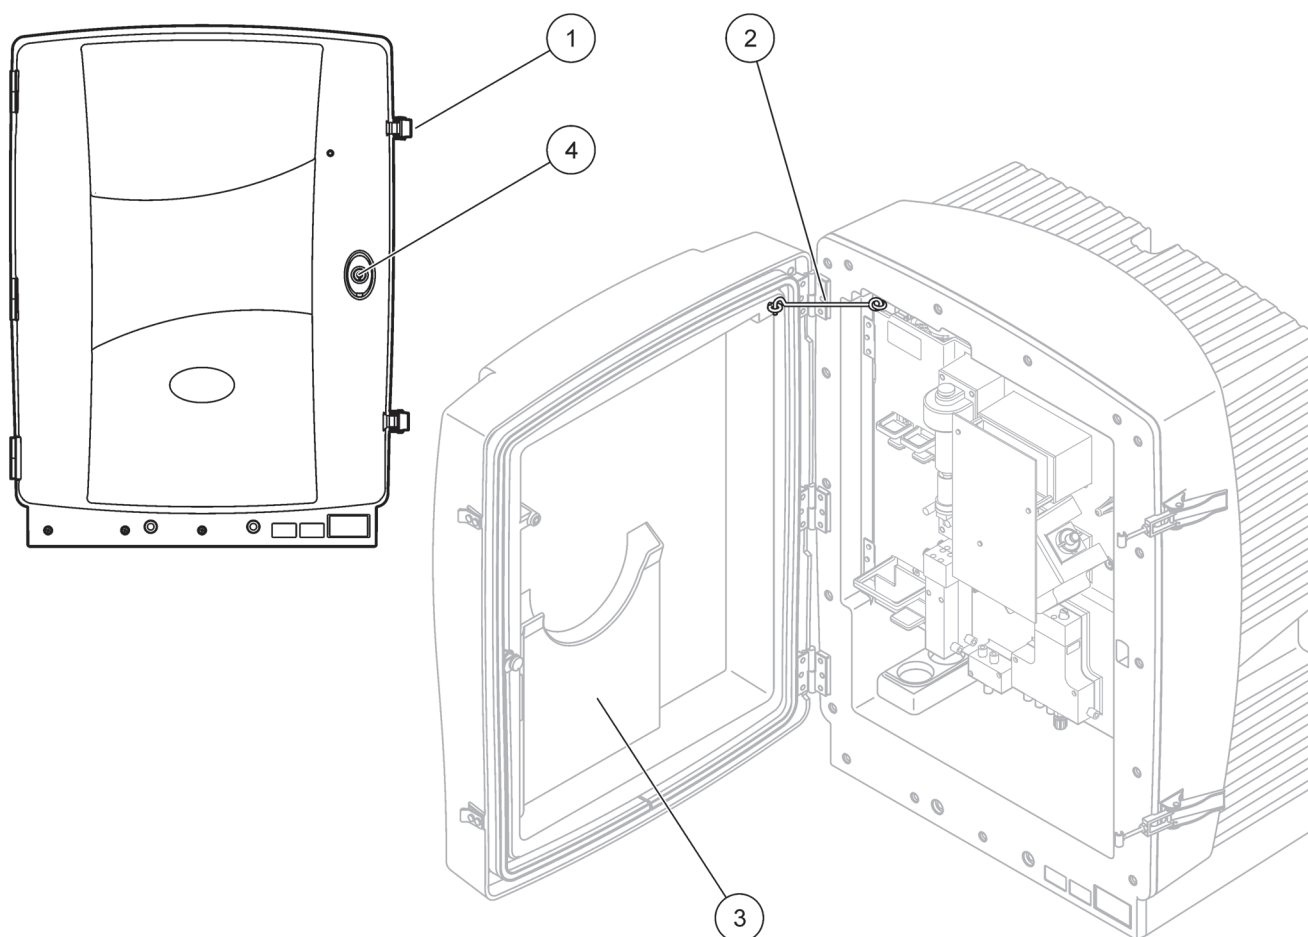
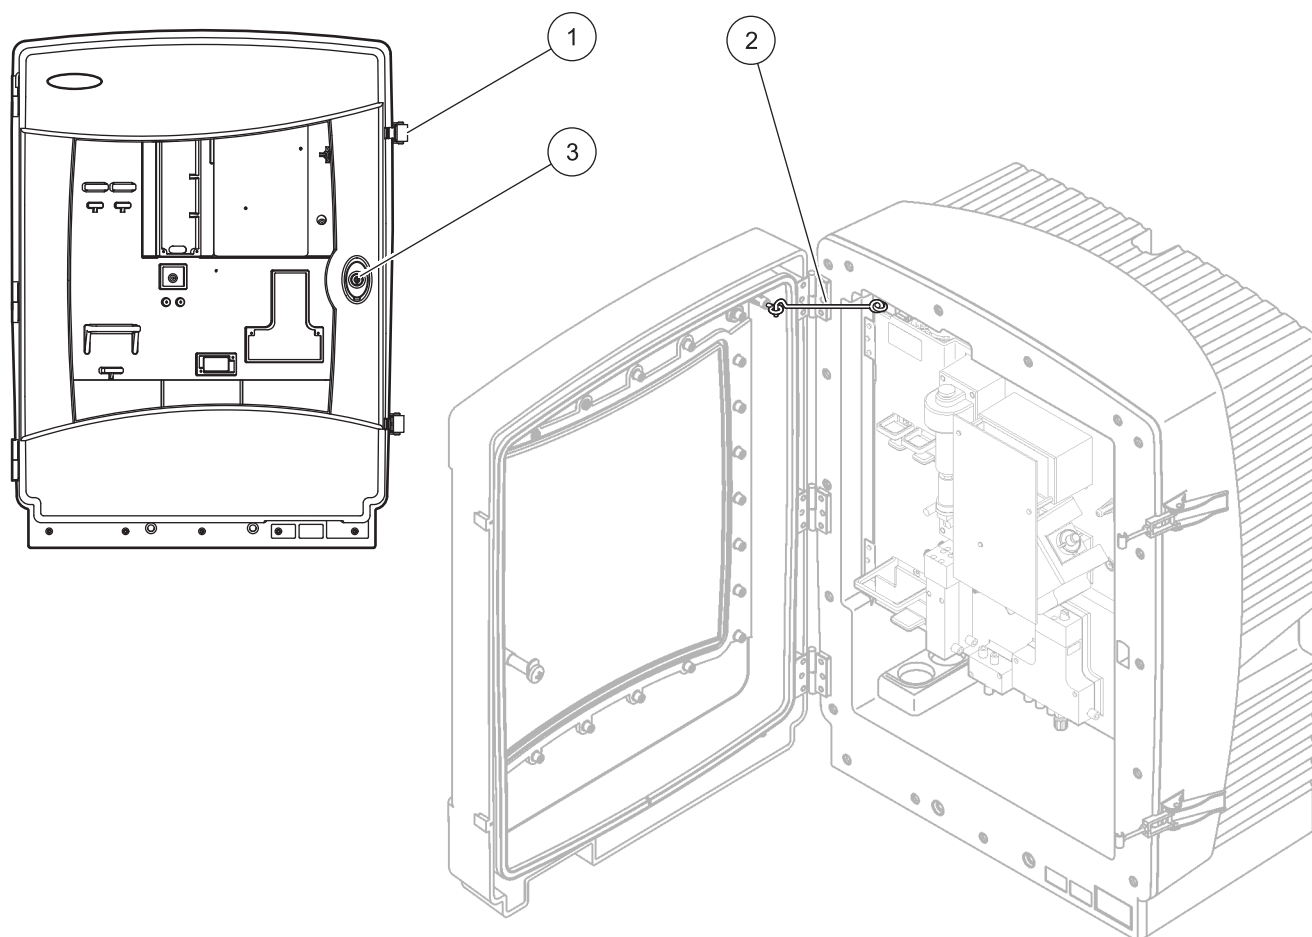

Figura 7 Abrir a caixa AMTAX sc
Figura 8 Abrir a caixa AMTAX indoor sc
1. Destrave o instrumento (item 4, Figura 7, item 3, Figura 8).